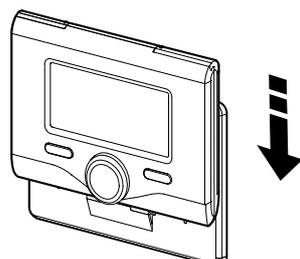

Fig. 14 Fissaggio unità di comando
- Dall'alto, porre la parte superiore dell'unità di comando sulla parte inferiore e con cautela spingerla verso il basso finché scatta in posizione. (fig. 14)